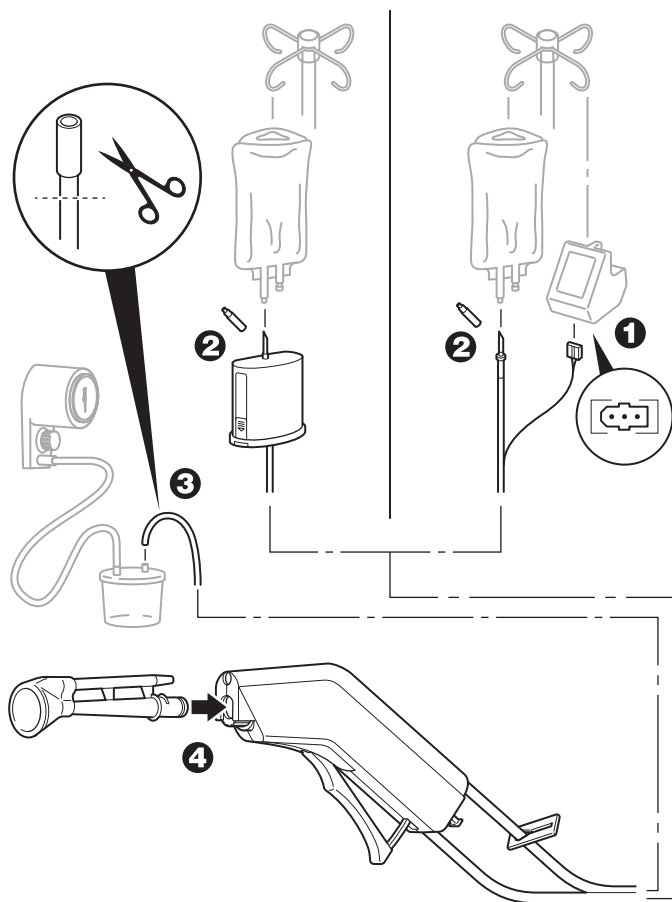

Figura 1 – Montar a peça de mão
- Em caso de utilização de uma peça de mão com uma bateria recarregável, instale a ficha do cabo de alimentação da peça de mão na entrada da bateria recarregável InterPulse, REF 0211-022-000 (figura 1). Consulte as instruções de utilização fornecidas com o carregador de baterias InterPulse.